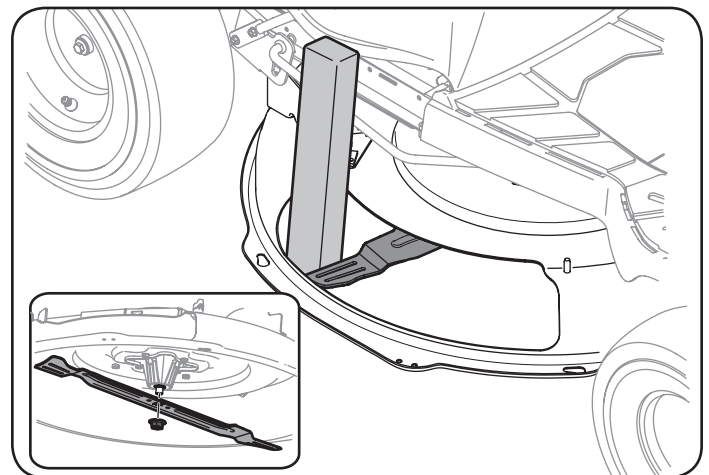

Figura 44
3. Extraiga la tuerca de brida hexagonal que asegura la cuchilla al montaje del husillo y retire la cuchilla. Vea el recuadro de la Figura 44.